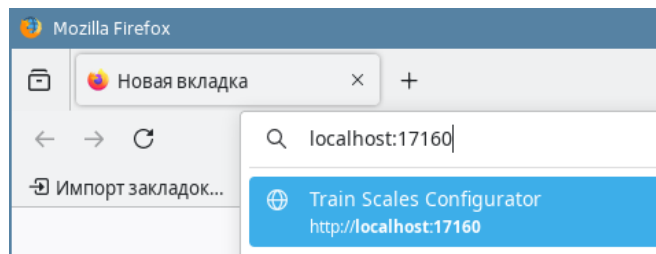

Рисунок 1 – Ввод адреса основной страницы приложения
2. Введите в адресную строку адрес основной страницы приложения : <http://localhost:17160> (Рисунок 1).